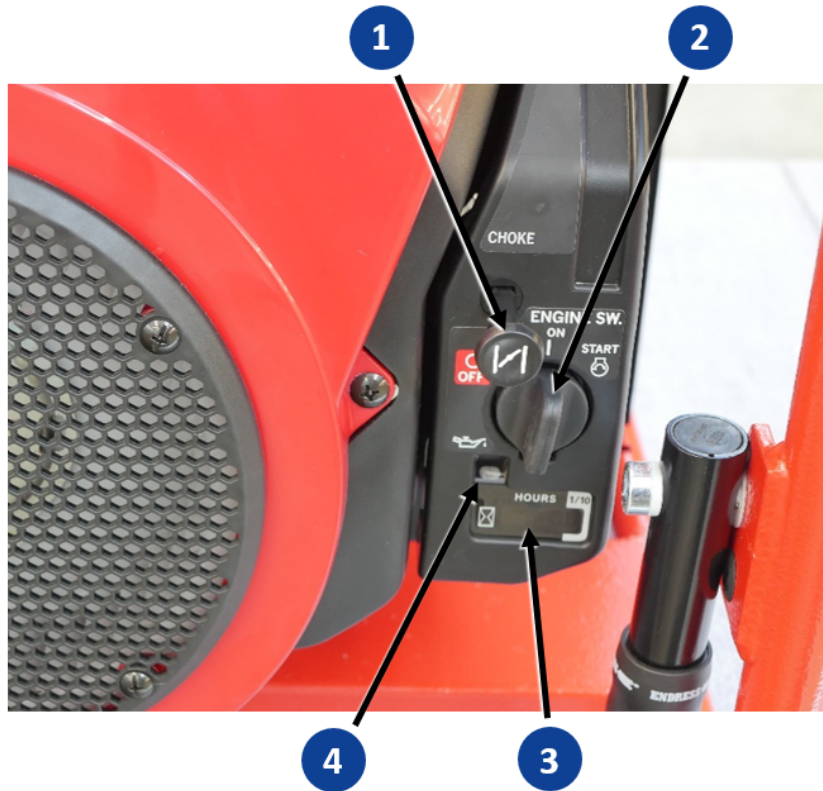

Abb. 7-2 Bedienfeld Motorstart
2. Drehen Sie den Motor-Schalter (Abb. 7-2 ) bis zum linken Anschlag in Position „OFF“. Bei Fernstartbetrieb müssen Sie Besonderheiten beachten (siehe Kapitel 8.2.4 ).